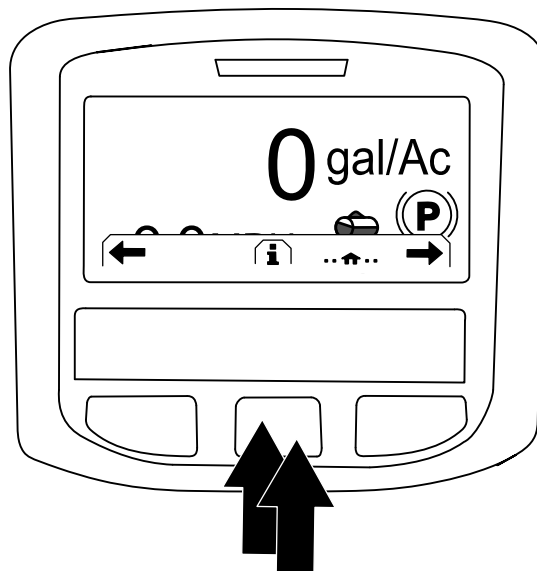

Рисунок 227
2. На главном экране (Home) нажмите среднюю кнопку на инфо-центре, чтобы перейти к странице навигации (Рисунок 227).
3. Нажмите среднюю кнопку на инфо-центре, чтобы перейти к главному меню (Main Menu) (Рисунок 227).